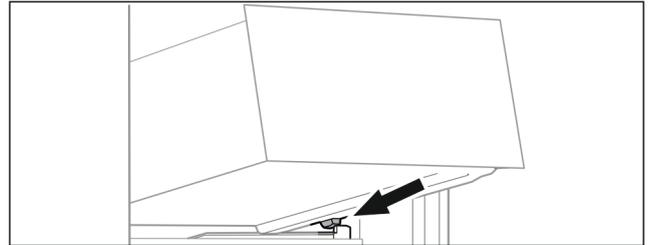

Fig. 55
- ▶ Schubfach schräg hinter den Stopperr auf Behälterrippe aufsetzen. (siehe Fig. 55)